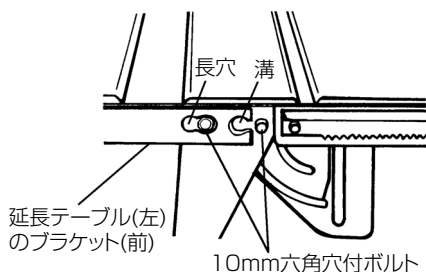

図 19
- (2) 延長テーブル(左)固定用の 10 mm 六角穴付ボルト(前側 2 個、後側 1 個)は工場出荷時、本体のテーブル側面に締付けてあります。(図 19、20 参照) この 10 mm 六角穴付ボルト(3 個)を付属(図 4 参照)の 8 mm 六角棒スパナで 5 ~ 6 回まわす程度にゆるめておきます。次に、延長テーブル(左)のブラケット(前)の長穴へ 10 mm 六角穴付ボルトの頭を入れます。